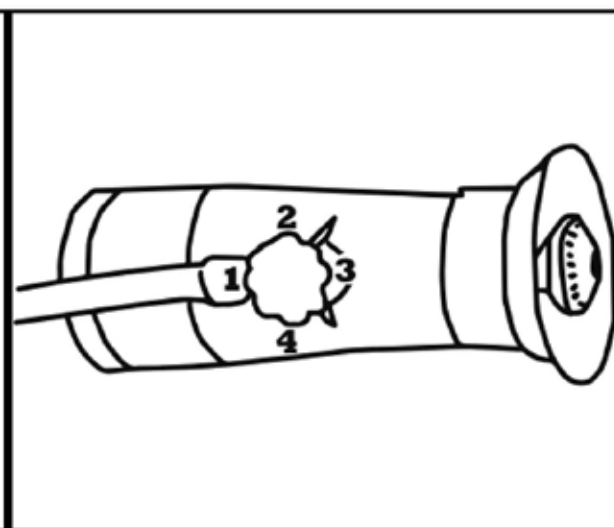

FIGURA 6
4. Patrón de pulverización: para ajustar el patrón de pulverización, use la perilla de la bocina. boquilla. 1 es la menor cantidad de flujo y 4 es la mayor cantidad. Ver figura 6.